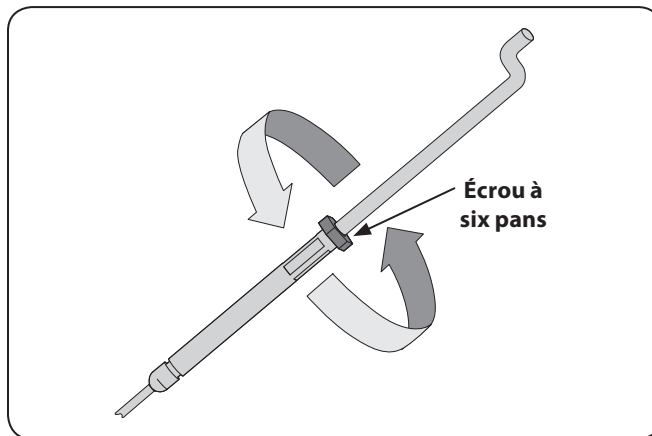

Fig. 6-2
2. Ajuster le câble d'embrayage de la marche avant ou de la marche arrière en desserrant l'écrou à six pans. Voir la Fig. 6-2.